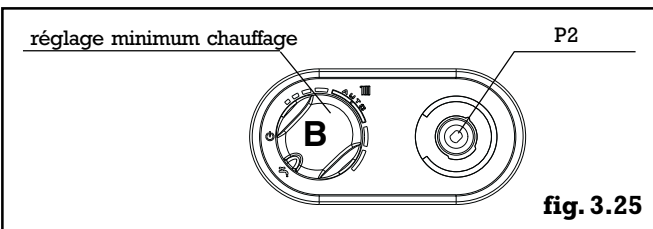

fig. 3.25
- dès que la phase d'allumage lent est terminée, agir sur le sélecteur de fonction **B** (fig. 3.25) jusqu'à obtention de la pression mini chauffage indiquée dans le tableau en page 7